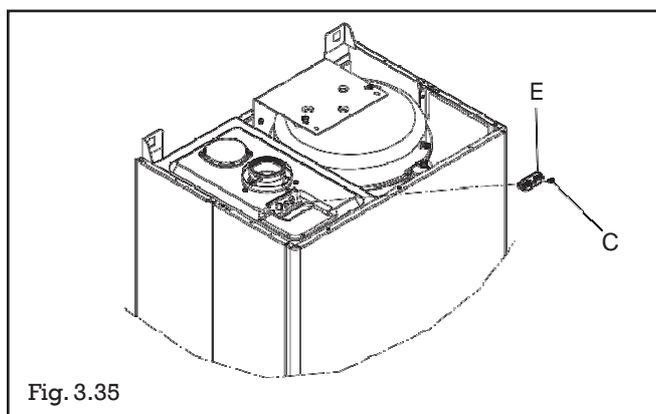

Fig. 3.35
- posizionare la sonda dell'analizzatore fumi nella presa della cassa d'aria dopo avere tolto la vite **C** ed il tappo **E** (fig.3.35). La sonda per all'analisi dei fumi deve essere inserita fino al paracolpi